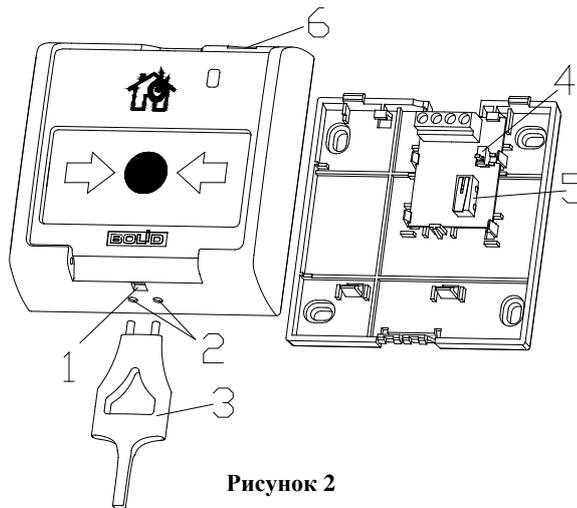

Рисунок 2
**Присвоение адреса.** Извещатель со вскрытым корпусом подключить ко входу 1-го типа блока «Сигнал-10», находящемуся в состоянии «Снят», или к источнику питания напряжением от 10 В до 12 В. Через 6 секунд четырёхкратное мигание светодиода с периодом 1 секунда будет означать готовность к приёму адреса. Нажать на детектор вскрытия корпуса (см. рис.2 позиция 4). Отпустить после того, как светодиод засветится. Нажать на детектор вскрытия корпуса число раз, соответствующее нужному адресу (от 1 до 10). Через 5 секунд светодиод мигнёт число раз, соответствующее присвоенному адресу, и засветится на 0,5 секунды.